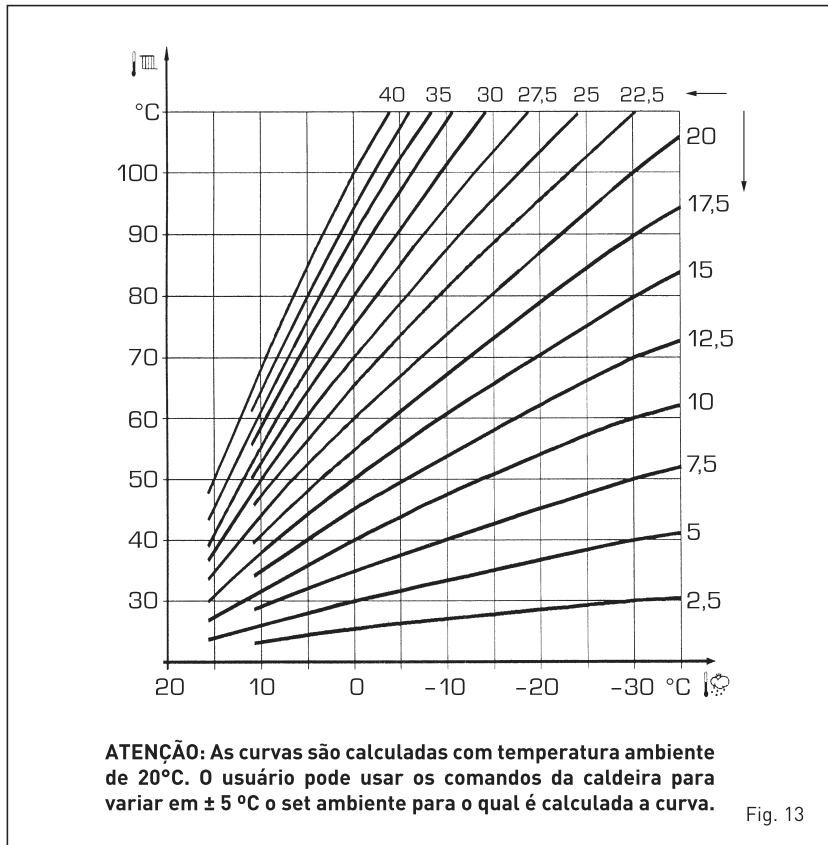

Fig. 13
3.4 SONDA EXTERIOR LIGADA (fig. 13)
Em caso de presença de sonda exterior os SET de aquecimento são determinados pelas curvas climáticas em função da temperatura exterior e limitados pelos valores de range descritos no ponto 3.3 (parâmetros PAR 22 para a zona 1, PAR 25 para a zona 2 e PAR 28 para a zona 3). A curva climática a introduzir pode ser seleccionada de um valor entre 3 e 40 (com passos de 1). Aumentando inclinação representada pelas curvas da fig. 13 aumenta-se a temperatura de ida do circuito em correspondência com a temperatura exterior.